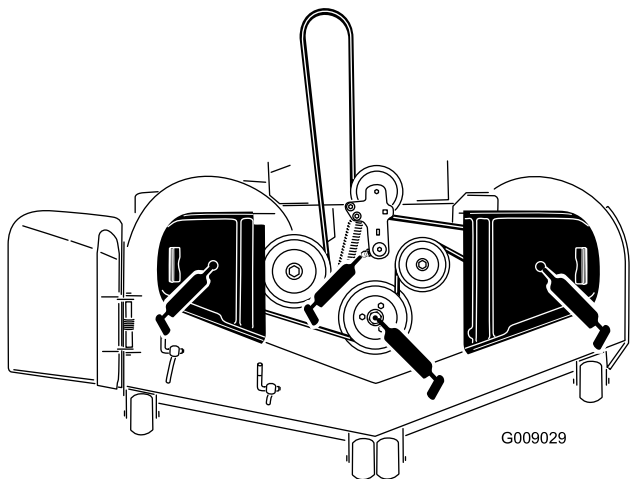

Figure 37
3. Graissez le pivot de la poulie de tension du tablier de coupe jusqu'à ce que la graisse ressorte par le bas (Figure 37).
4. Lubrifiez les roulements des 3 axes jusqu'à ce que la graisse ressorte par les joints inférieurs (Figure 37).